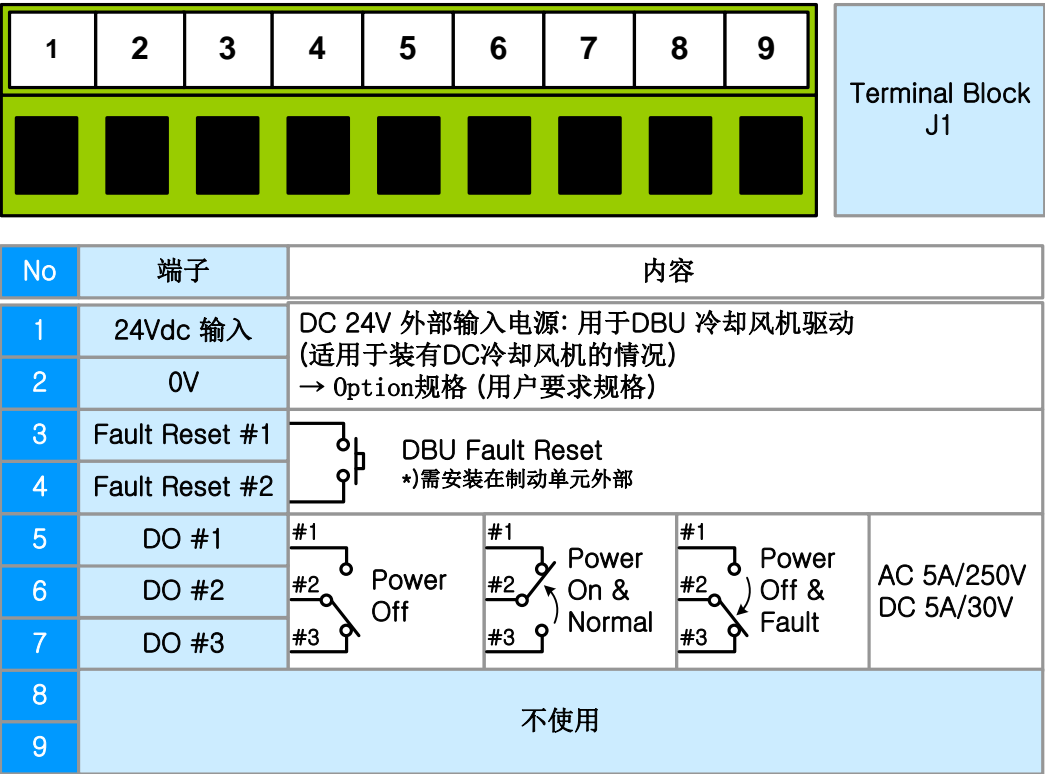

图 3-4. 控制端子(J1) 说明
- **Option 规格:** 向 J1 端子的 1 号(24V), 2 号(0V) 端子供给 DC24V 的外部电源，使 DBU 冷却风机运行. (用户选择规格, 参照图 3-4)
Fault 输出端子 J1 的 5 号（A 接点）、6 号(COM)、 7 号(B 接点) 当发生故障（异常）时 A 接点和 B 接点开始动作。根据外部 sequence 的需要可使用所需的接点。请参照图 3-4。